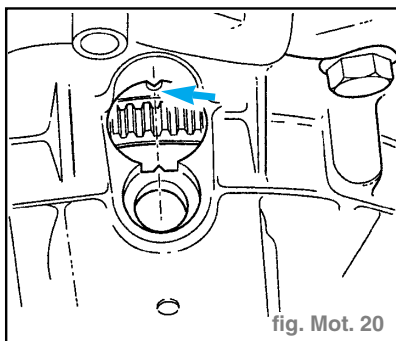

fig. Mot. 20
- Amener le vilebrequin au PMH du cylindre 1 (flèche) (fig. Mot. 20).